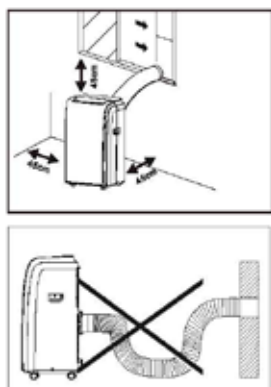
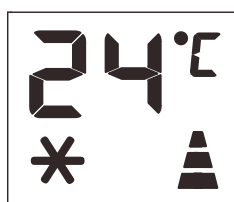

Fig. 2
Fig. 1
- 1 Extienda ambos lados del tubo (Fig. 1) y enrosque el extremo de entrada (Fig. 2).
Antes de cambiar, en el modo frío, la pantalla se muestra como en la Fig. 1.